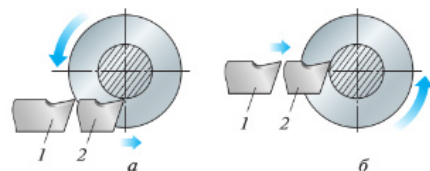

Рис. 5.26. Положение отрезного резца в конце отрезания заготовки: *а* — при установке ниже центра; *б* — при установке выше центра (1, 2 — положение резца)
1. Отрезной резец устанавливают строго перпендикулярно оси заготовки, как можно точнее по линии центров. Если его установить ниже линии центров, то повышется давление на переднюю грань (рис. 5.26, *а*). Если выше, то увеличивается трение его задней поверхности об обрабатываемую поверхность (рис. 5.26, *б*). Всё это может служить причиной поломки инструмента.